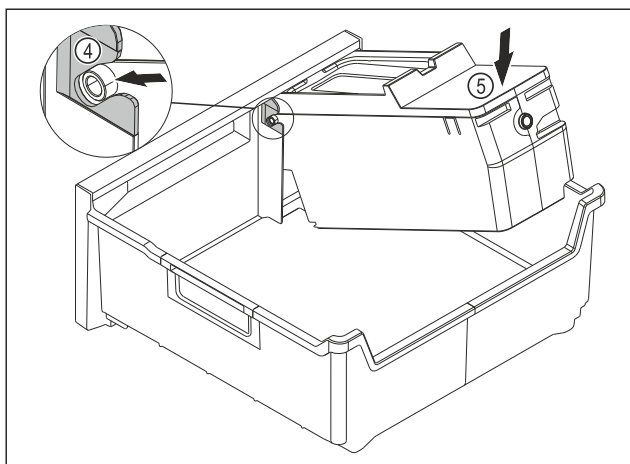

Fig. 78
- ▶ Montați corpul EasyTwist-Ice: Inșerați axele corpului EasyTwist-Ice în ghidaje Fig. 78 (4).
- ▶ Apăsăți corpul EasyTwist-Ice Fig. 78 (5) în spate în jos.